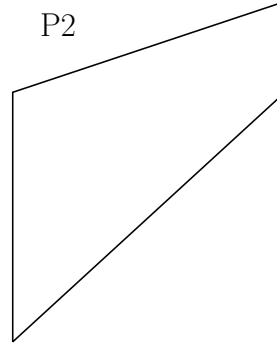

Abbildung 1: Links: Polygon 1 mit den Eckpunkten v_1 . Rechts: Polygon 2 mit den Eckpunkten v_2 .
a) Polygon 1 mit den Eckpunkten (siehe Abbildung 1, links):
b) Polygon 2 mit den Eckpunkten (siehe Abbildung 1, rechts):